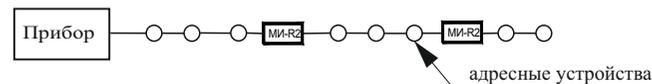

Рисунок 3
- разрывать радиальную АЛС (рисунок 3) в месте установки изолятора, ближайшего к точке короткого замыкания. Это локализует участок после изолятора и оставляет работоспособным участок АЛС между прибором и сработавшим изолятором;